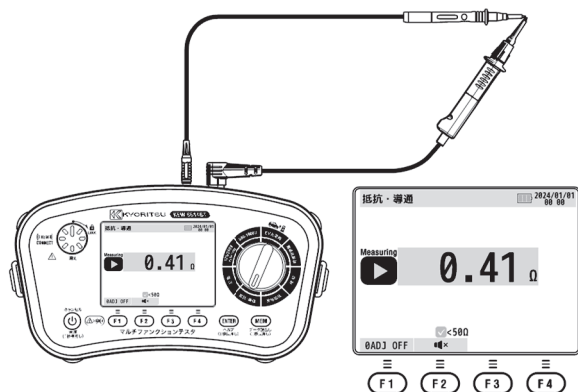

Fig. 10-4
- (3) 測定コードの両端をしっかりと接続し (Fig. 10-4を参照)、測定スイッチを押してロックします。このとき測定コードの抵抗値が表示されます。